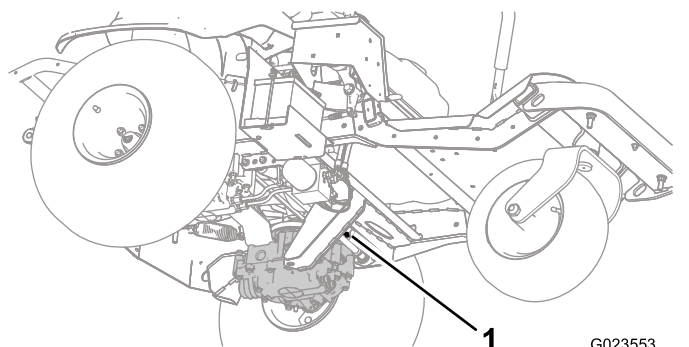
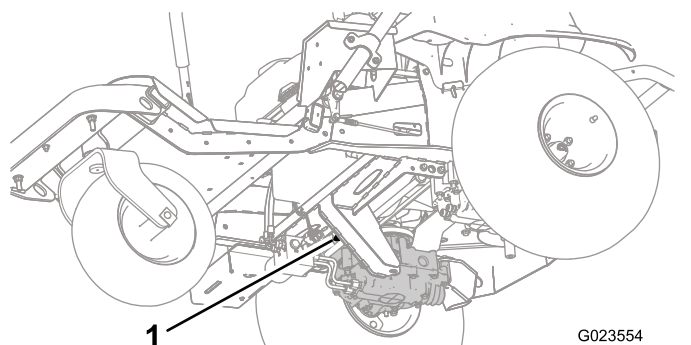
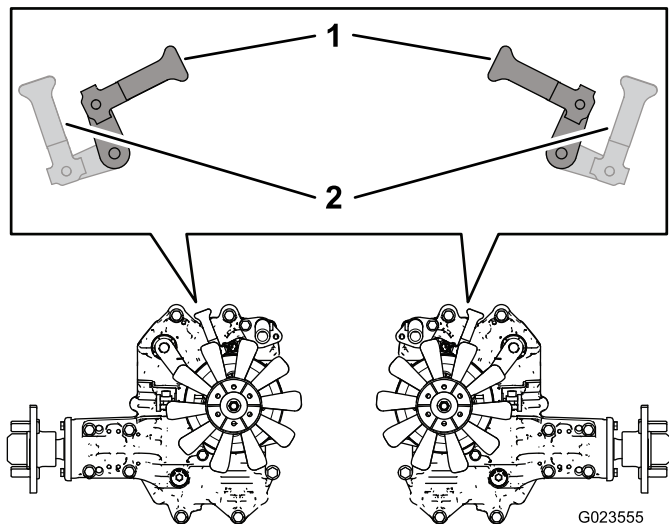

図 27
図 28
図 29
2. マシンの下側から、バイパスバルブレバー図 27 および図 28を回してそれぞれが機体の内側を向くようにする図 29。次に、駐車ブレーキを解除する **駐車ブレーキの使用法 (ページ 23)**を参照。
3. マシンの移動が終了したら、左右のバイパスバルブレバーを元通りに前向き通常走行モードに戻しておく図 29。